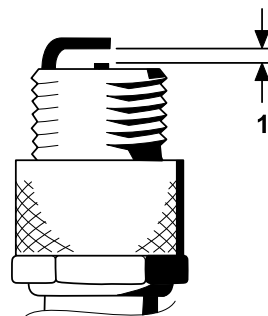

Figure 41
4. Réglez l'écartement entre les électrodes centrale et latérale à 0,76 mm, comme montré à la Figure 41.